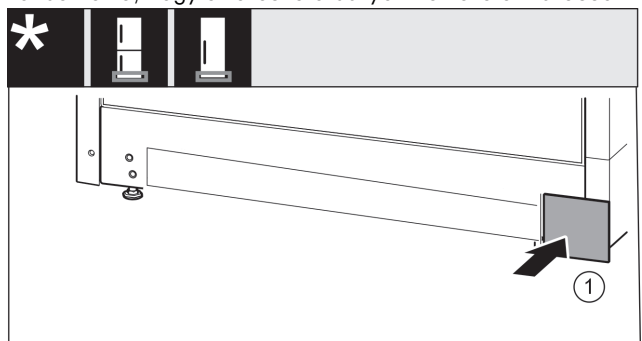

Fig. 30
- ▶ Tegye vissza a fedelet Fig. 30 (1) a másik oldalra.